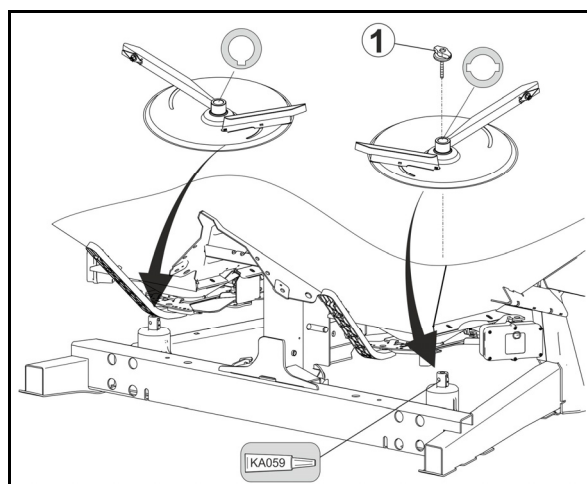

Fig. 61
1. Fjern vingemøtrikken (Fig. 61/1).